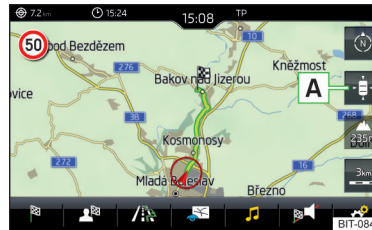

Fig. 240
► To **centre the map**, tap on function surface **A** » Fig. 240.